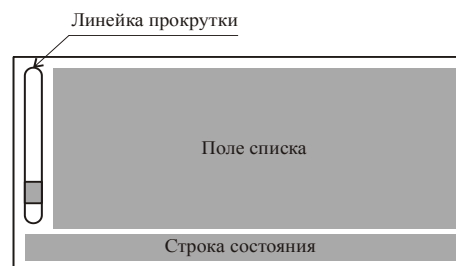

Рис. 2. Назначение областей экрана.
1. Графический ЖКИ с подсветкой. Предназначен для визуального представления информации о состоянии системы и ее модулей, в виде различных списков, а также отображает доступные в данный момент функции управления – дерева меню. Поле ЖКИ условно разделено на несколько областей (см. рисунок 2.):